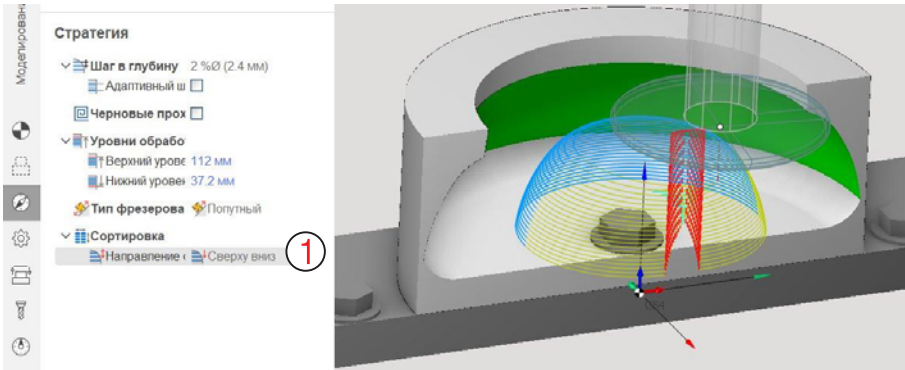
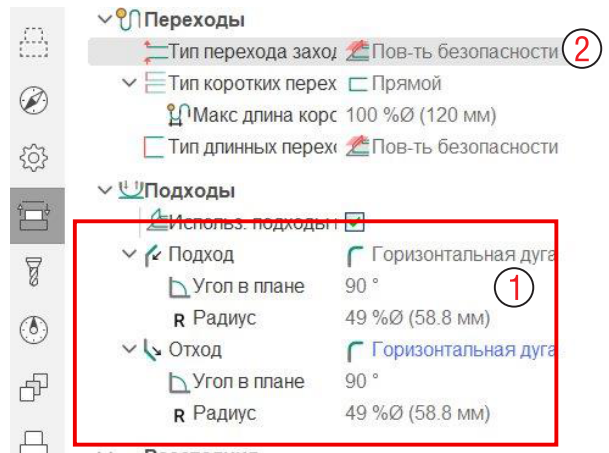

Рис. 7-34. Траектория операции Поднутрение послыное.
Рис. 7-35. Подходы в операции Поднутрение послыное.
Результат показан на рис. 7-34. На порядок обработки влияет параметр **Сортировка – Направление – Сверху вниз** (1). Обратите внимание, что система добавляет подходы и отходы по дуге, равной примерно радиусу инструмента (1 на рис. 7-35).